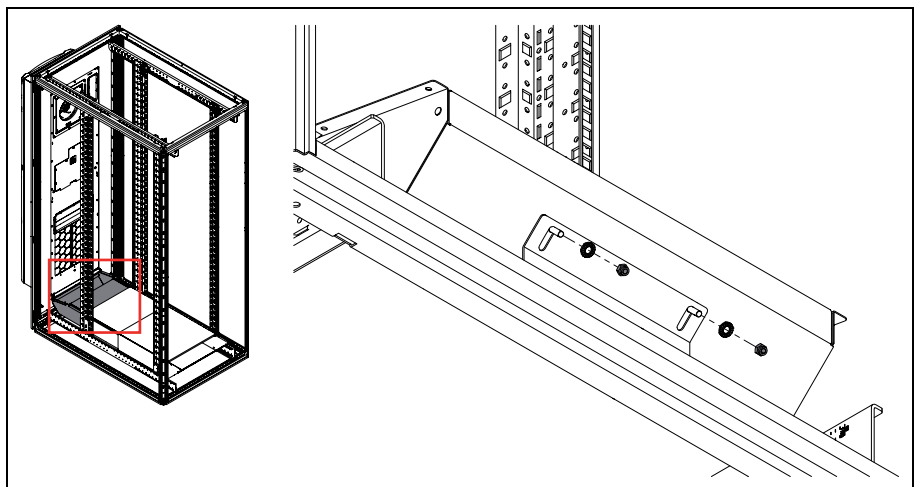

Abb. 17: Befestigung Luftkanal an Haltewinkel hinten
- Befestigen Sie den Luftkanal mit zwei Polystop-Muttern (Polystop-Mutter M5) und jeweils einer Kontaktscheibe (Kontaktscheibe NZ/5,1 gezahnt) (Abb. 17). Das Anzugsmoment der Muttern beträgt 5 Nm.